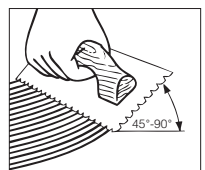

Figura 7
- Sostenga la llana a un ángulo mínimo de 45° (Figura 7) firmemente contra la base para obtener un índice de distribución de 40-60 pies cuadrados (4-5.5 metros cuadrados) por galón. La llana deja resaltos de adhesivo y muy poco adhesivo entre los resaltos. Esto aún le permitirá ver los cordeles entizados entre los resaltos y obtener el índice de distribución recomendado.